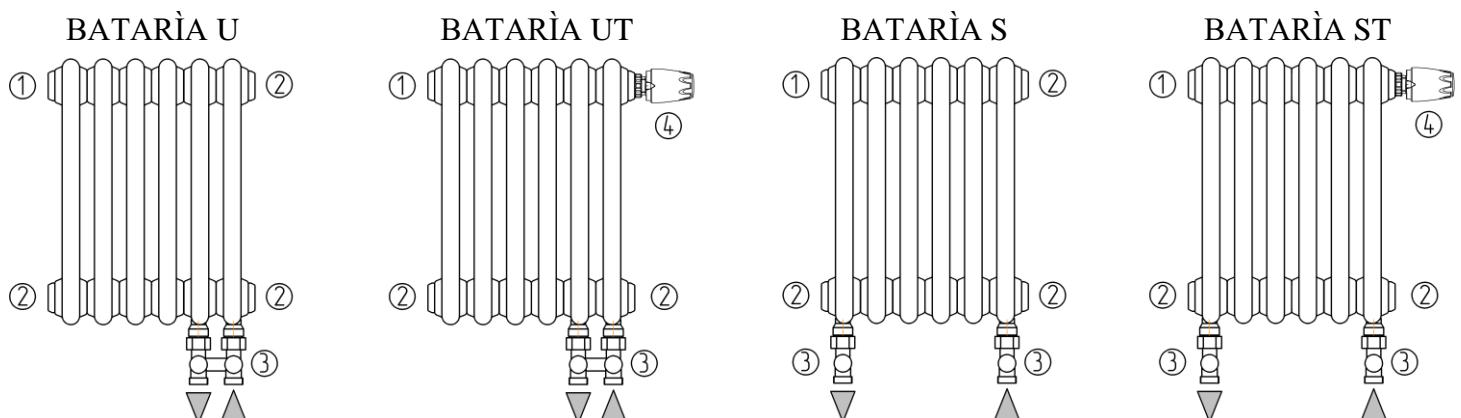

Рис. 3 1. Кран Маевского-воздухоотводчик. 2. Пробка глухая. 3. Арматура нижнего подключения. 4. Терmostat.
5.6. Схемы вариантов нижнего подключения приведены на рис.3. Присоединение прямой и обратной магистрали должно соответствовать стрелкам на рисунке. Правостороннее или левостороннее подключение выбирается поворотом радиатора на 180°. Термоголовка и арматура нижнего подключения в комплектацию не входят и приобретаются отдельно.